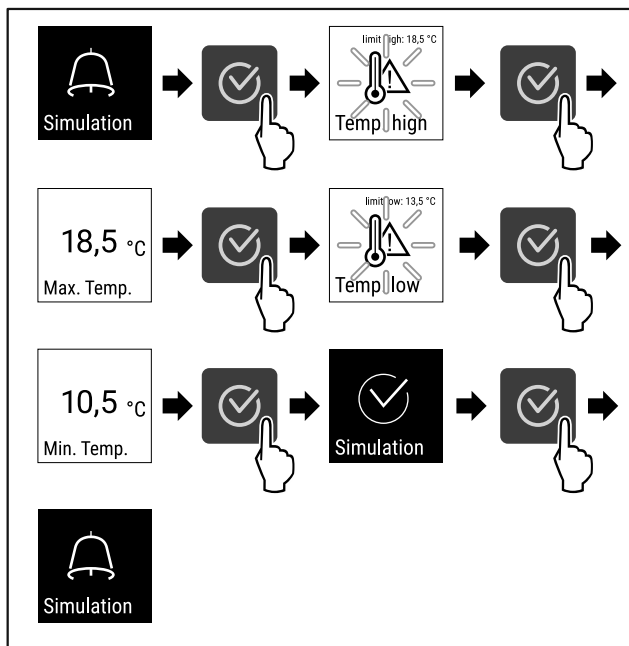

Fig. 109
- ▶ Obavite korake postupka (pogledajte Fig. 109) .